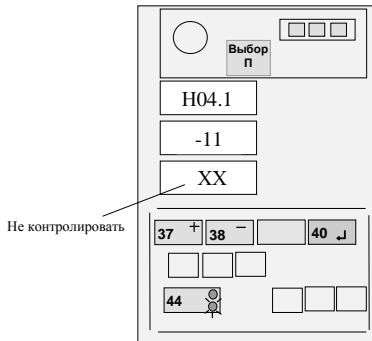

Рисунок 16 - Ввод температурного коэффициента
Если значение коэффициента, указанное на жгуте ПрД, отличается от значения, выдаваемого на средний ИЖЦ, нажатием кнопки 44 установить на верхнем ИЖЦ код "H04.1", а затем, нажимая кнопки "+" (37) и "-" (38), установить на среднем ИЖЦ значение коэффициента для штокового ПрД (см. рисунок 16 для коэффициента М11), причем знак плюс на индикаторе не отображается, а знак минус отображается символом "-".
4.6.4.1 Нажимая кнопку ВЫБОР "П" (36), добиться появления на верхнем ИЖЦ кода "H06" (занесение температурного коэффициента поршневого ПрД). При этом на средний ИЖЦ выдается значение коэффициента, занесенное ранее в память ОНК.
Если значение коэффициента, указанное на гугте ПрД, отличается от значения, выдаваемого на средний ИЖЦ, нажатием кнопки 44 установить на верхнем ИЖЦ код "H06.1", а затем, нажимая кнопки "+" (37) и "-" (38), установить на среднем ИЖЦ значение коэффициента для поршневого ПрД по методике, изложенной в п. 4.6.2 (см. рисунок 16).